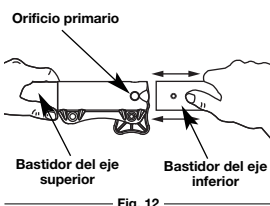

Fig. 12
3. Mientras sostiene el bastidor del eje superior con firmeza, tire del accesorio de corte o accesorio en línea recta fuera del acoplador EZ-Link™ (Fig. 12).
2. Mientras sostiene el accesorio con firmeza, empujelo en línea recta en el acoplador EZ-Link™ (Fig. 12).